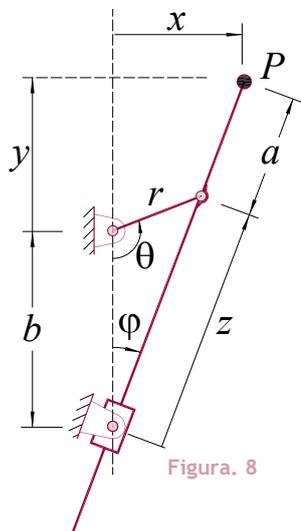

Figura. 8
8. Utilizando o sistema de coordenadas generalizadas  $(\theta, \phi, z, y, x)$ , para o mecanismo mostrado na **figura 8**, os coeficientes de velocidade em relação à coordenada principal  $\theta$ , para o ponto **P**, nas direções  $x$  e  $y$ , podem ser obtidos por: